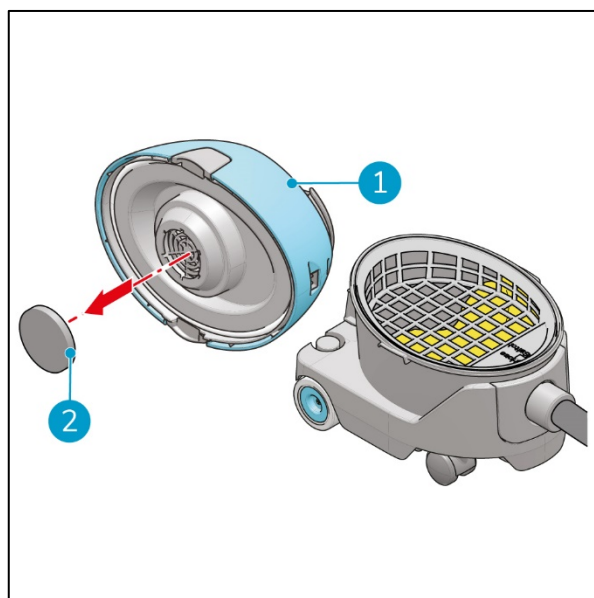

Figura 19
4. Coloca el cabezal sobre una superficie plana (Figura 19, pos. 1).
5. Retira el filtro de motor usado (Figura 19, pos. 2).
6. Coloca el filtro de motor nuevo (Figura 19, pos. 2).